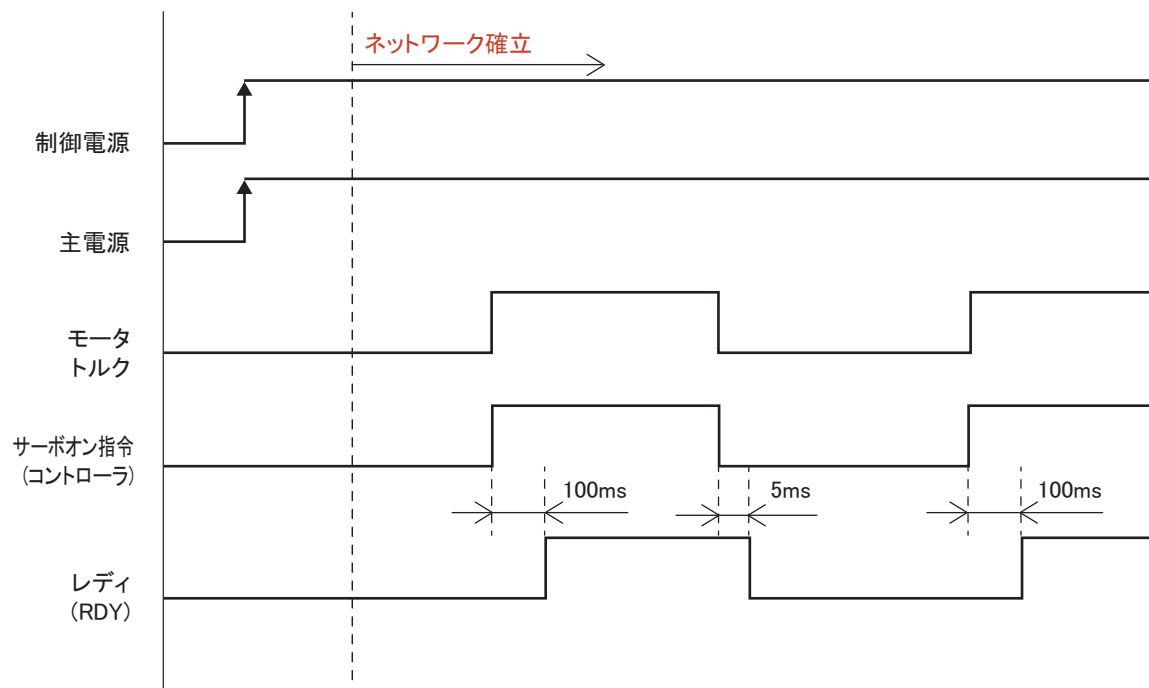

図2-8 タイミングチャート
- c. ブレーキ付モータをご使用の場合、モータの動作を行う前にブレーキを確実に解除してください。ブレーキを解除せずにモータ動作をした場合、モータが焼損する恐れがありますので、「図 2-8 タイミングチャート」をご参照の上、タイミングには注意してください。